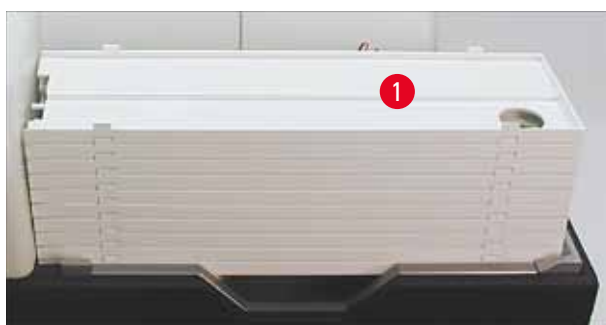

Fig. 38
1. Placera brickstapeln (→ "Fig. 38-1") på utmatningsstationens lyftbord (→ "Fig. 38").